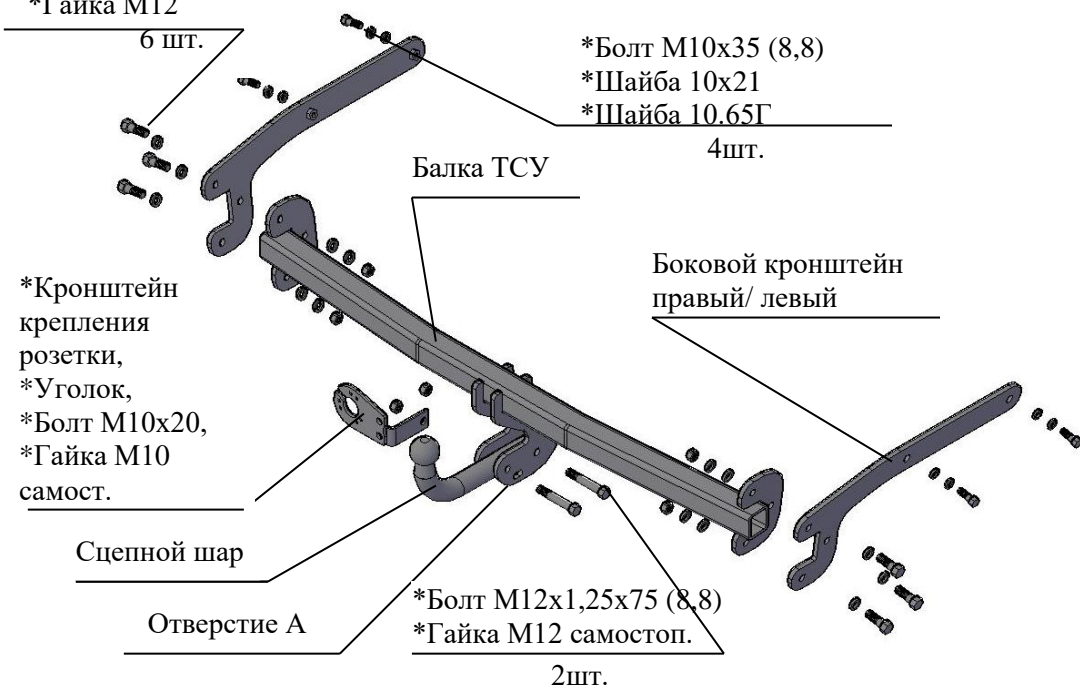

Рис.1 Тягово-сцепное устройство ТСУ 6015
2.1 ТСУ 6015 в сборе (рис.1)	1 шт.
2.2 Пакет с комплектующими (см. рис.1)+защитный колпак	1 шт.+1 шт
4.3 Установить боковые кронштейны ТСУ (правый и левый соответственно рис.1) в лонжероны до совпадения положения приваренных гаек с отверстиями во внешних полках лонжеронов. Закрепить болтами М10х35, подложив под болты шайбы 10х21 и шайбы 10.65Г. Крепеж не затягивать.